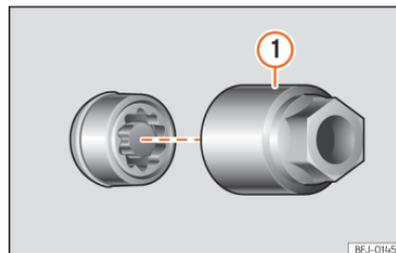

Abb. 221 Diebstahlhemmende Radschraube mit Abdeckkappe und Adapter
- Setzen Sie den Spezialadapter »» (Abb. 221) ① (Bordwerkzeug »» S. 306) bis zum Anschlag in die diebstahlhemmende Radschraube ein.